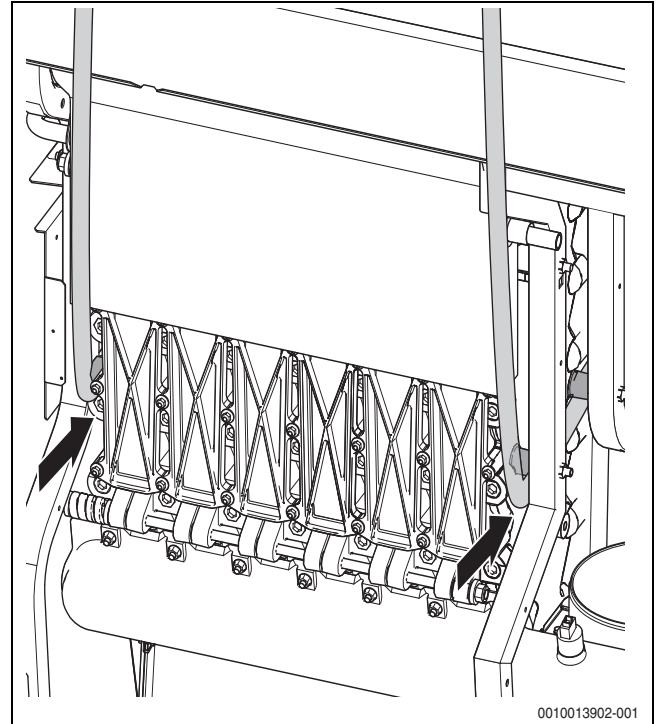

Bild 5 Führung des Krangeschirrs am Rahmen
- ▶ Krangeschirr (Rundschlingen) durch den Kesselrahmen führen (→ Bild 5).